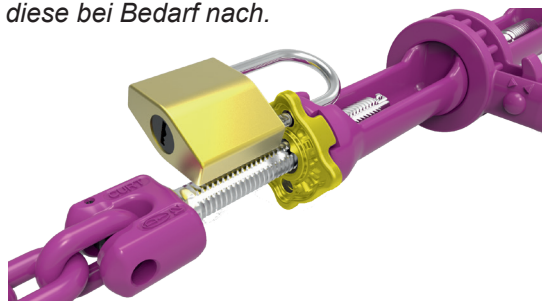

Bild 22:
10. Optional können ICE-Zurrketten am ICE-Ratschenspanner ICE-CURT mittels eines Vorhängeschlosses (TYP ABUS 85/40 HB) vor Diebstählen gesichert werden (siehe Bild 22).